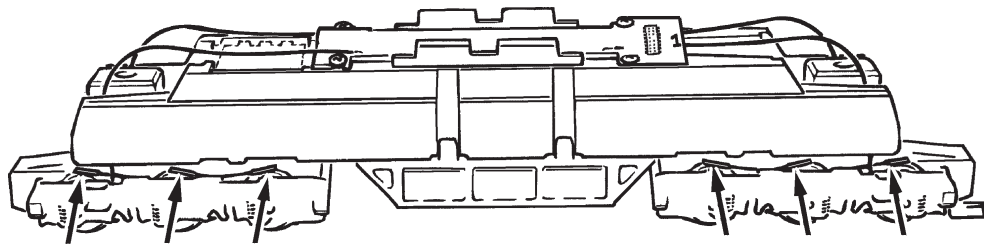

Fig. 5
**Aufrüstung:** Sie können für Ihren Fahrbetrieb unter verschiedenen Kupplungen wählen (Fig. 5). Wir empfehlen den Einsatz der RO-CO-Kurzkupplung. Im beigelegten Zurüstbeutel finden Sie auch kleine vorbildgetreue Steckteile für eine erweiterte Aufrüstung Ihres Modells (Fig. 5), die Sie bitte **vorsichtig montieren**.
**Fittings:** Operation is possible with different couplings (fig. 5). We recommend using the Roco close coupling. In the enclosed accessory bag you will find small kits to be fitted on your model. Please **mount them cautiously**.
**Les attelages:** En vue d'une exploitation pratique sur votre réseau vous pouvez choisir parmi plusieurs types d'attelages conformes aux différents systèmes d'attelage pratiqués en H0 (voir fig. 5). Nous vous recommandons l'emploi de **l'attelage court Roco**. Le sachet joint comprend entre autres des petites pièces de finition conformes à la réalité et **à rapporter avec précaution** par le modéliste (fig. 5), si désiré.